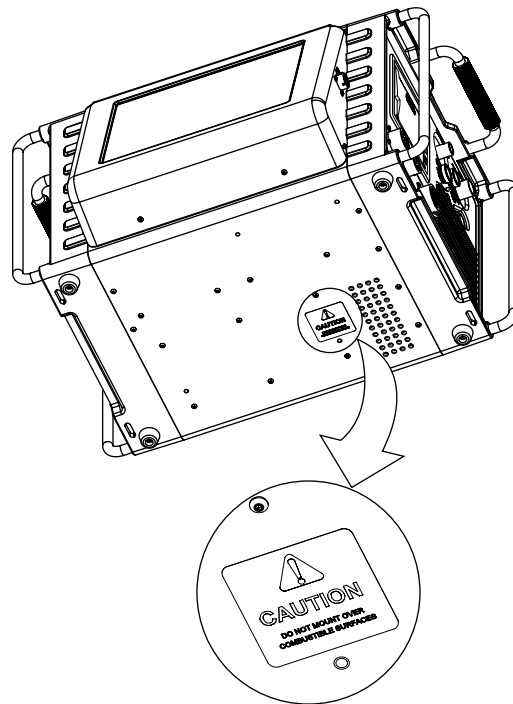

Fig. 1—Étiquette de mise en garde de montage de l'unité d'alimentation M200
- Ne placez pas l'unité d'alimentation M200 sur une surface combustible. Lisez attentivement l'étiquette située sous l'unité d'alimentation M200 (Fig. 1).